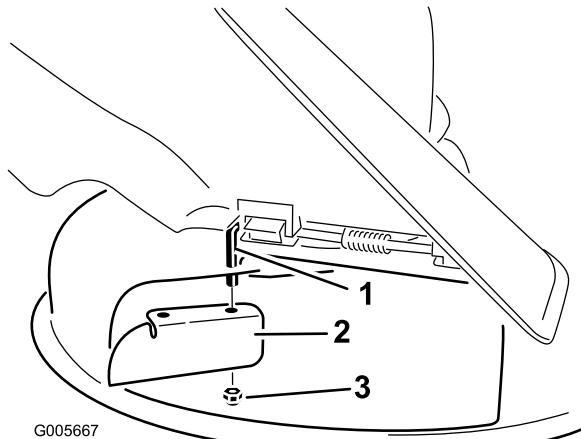

Figura 25
7. Installate il deflettore di scarico sull'asta di rotazione visibile (Figura 25).
3. Staccate il deflettore di scarico dal piatto di taglio (Figura 25).